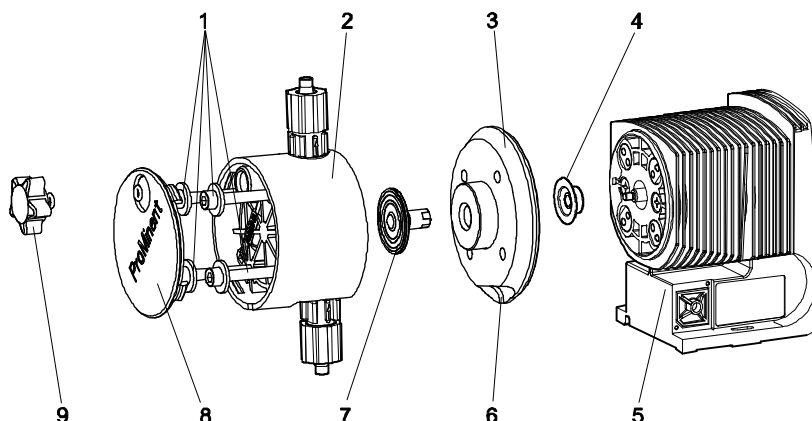

Рис. 22: Головка насоса и отдельные детали
Если фильтрат вытекает из отверстия для утечки на нижней стороне насоса (см. рис. 22, пункт 6), существует две возможные причины этого:
2. Снимите ручку винта для откачки (см. рис. 22, пункт 9).
4. Снимите линии фильтрата с головки насоса (см. рис. 22, пункт 2).